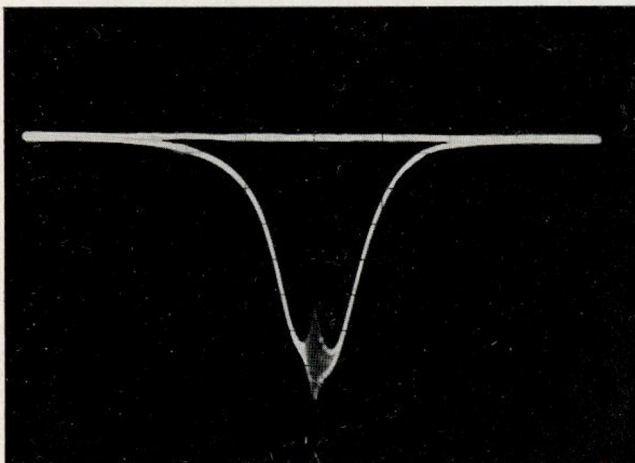

Bild 40: Durchlaßkurve des Intercarrier-Ton-ZF-Verstärkers. Die Frequenzmarke 5,5 MHz liegt richtig auf der Kuppe der Kurve
- Ladeelko ablöten und Kurve auf Maximum abgleichen. Der Markengeber wird zum Zeichnen der Frequenz 5,5 MHz eingesetzt. Der Abgleich muß nach denselben Grundsätzen erfolgen, die für den Einsatz des Markengebers beim Abgleich der Bild-ZF gelten; vor allem darf man die Amplitude des Markengebers nicht zu weit aufregeln. Bild 40 zeigt eine so aufgenommene Resonanzkurve mit Markenanzeige